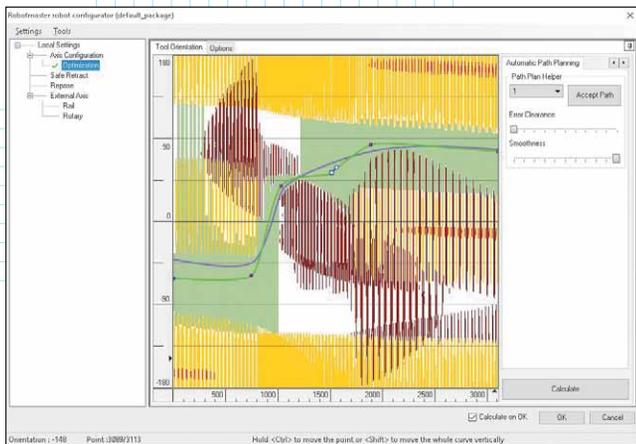

Рис. 12
- *Smoothness* – управление сглаживанием кривой. В левом положении ползунок кривая получается угловатой – это означает, что в “острых” местах кривой робот будет делать довольно резкий поворот. Как правило, это не самый лучший вариант движения. Если же переместить ползунок правее, то кривая станет более полой и будет приближаться к форме нашей кривой (рис. 12).